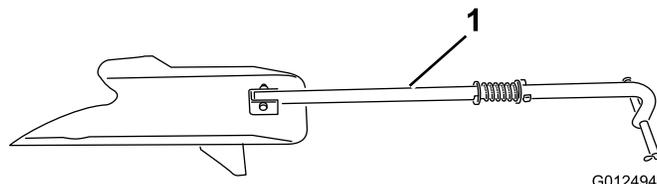
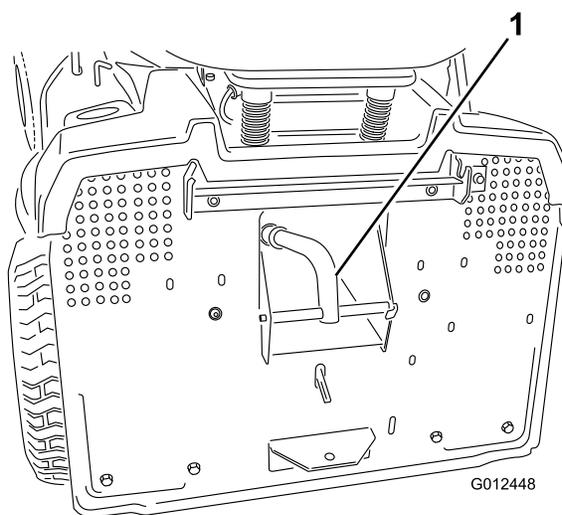

Figura 18
Figura 19
5. Inserite il tappo mulching (Figura 18) nell'apertura di scarico posta sul retro della macchina ed agganciatelo al foro della guida di scarico(Figura 19).